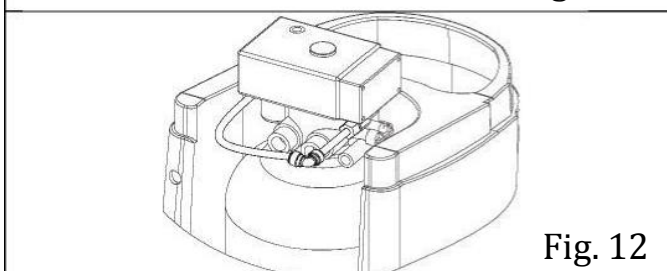

Fig. 12
8.3. Fixez l'écrou dans le raccord de saumurage. (Fig. 12)